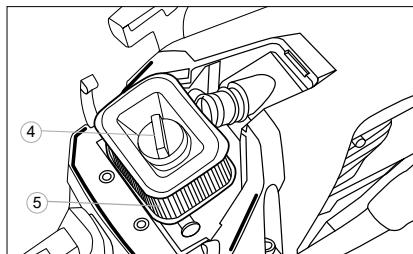

Fig. 25
2. Svitare il dado 4 (fig. 25) ed estrarre il filtro 5.